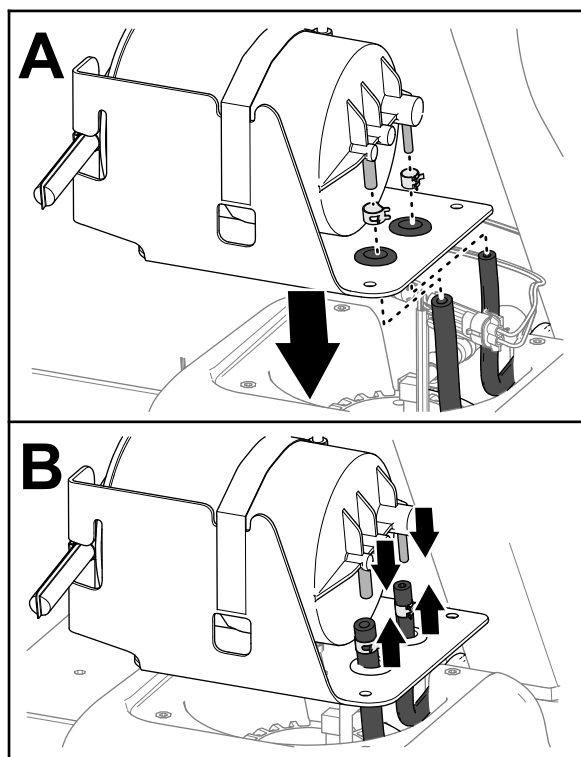

Figura 87
1. Inserite i flessibili del serbatoio del carburante nei gommini della staffa del canister a carboni attivi (Figura 87).
2. Montate le fascette stringitubo sui flessibili (Figura 87).
3. Montate i flessibili sui raccordi del canister a carboni attivi (Figura 87).